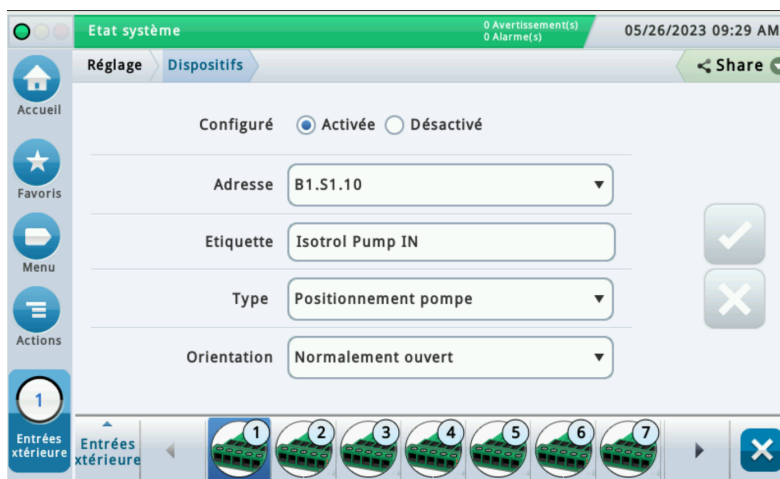

Figure 4. Exemple d'écran de réglage d'entrée externe
1. Touchez **Menu>Réglage>Dispositifs** et touchez le bouton Entrée externe (voir 3, Figure 1) pour ouvrir l'écran de réglage de l'entrée externe de positionnement de pompe (voir Figure 4).
8. Touchez le champ **Positionnement pompe** et sélectionnez l'entrée externe configurée auparavant dans **Dispositifs>Entrées extérieures** pour la pompe à diesel, par exemple Entrées extérieures 1 : Pompe in (réf. Figure 4).